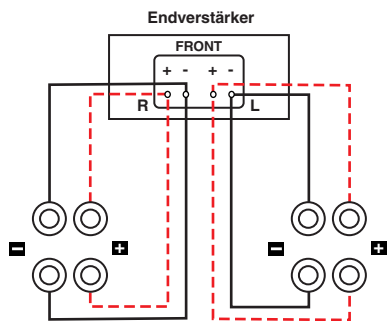

Abbildung 6
**Bi-Wiring** (Abb. 6) kann eine deutliche Verbesserung in der Klangtransparenz Ihrer Lautsprecher hervorrufen. Verwenden Sie hierzu separate Kabel von einem Verstärker zu den Tief- und Hochtönern. Nachdem Sie die Drahtbrücken entfernt haben, verbinden Sie eine Lautsprecherkabelgruppe mit den oberen Terminals an jedem Lautsprecher und eine andere Gruppe (meist dickeres Kabel) mit den unteren Terminals. Verbinden Sie die anderen Enden beider Kabelgruppen mit den entsprechenden Ausgängen am Verstärker.